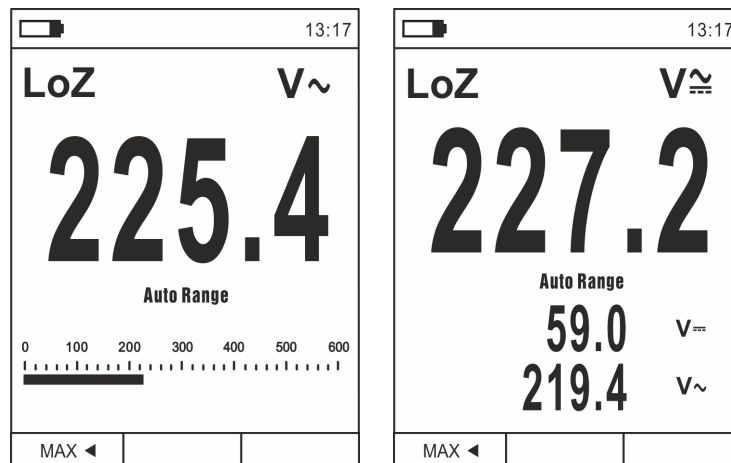

Abb. 10: Beschreibung der Messung von LoZ Spannung
2. Drücken Sie die Taste **MODE/VFD** zur Modus „V $\sim$ “ oder „V $\approx$ “ (siehe Abb. 10)